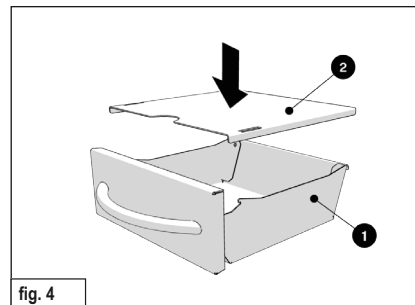

fig. 4
- ▶ Plaats het afdekking (❷) op de aslade (❶) (fig. 4).